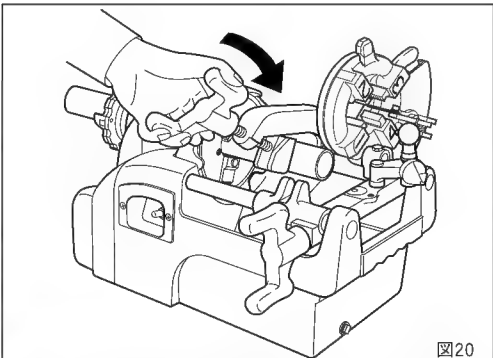

図20
- ① 使用しないダイヘッド・リーマを起こしてください。
- ② パイプの切断箇所を定めてパイプをしっかり固定します。
- ③ パイプカッタをパイプ径より大きくひらいて図のようにあてがい、パイプの切断箇所にカッタの刃を合わせてハンドルでローラーと刃がかかるくあたるところまでちがづけてください。
- ④ スイッチを入れ、カッタハンドルをパイプ1回転で1／2以内の割合いでまわしてください。(図20) 切断のときに最初から強い力で切り込むと、パイプの切り口がだ円形にゆがみ、正しい真円のねじが切れない場合がありますから、切り始めは、軽く締めつけながら徐々に切断してください。